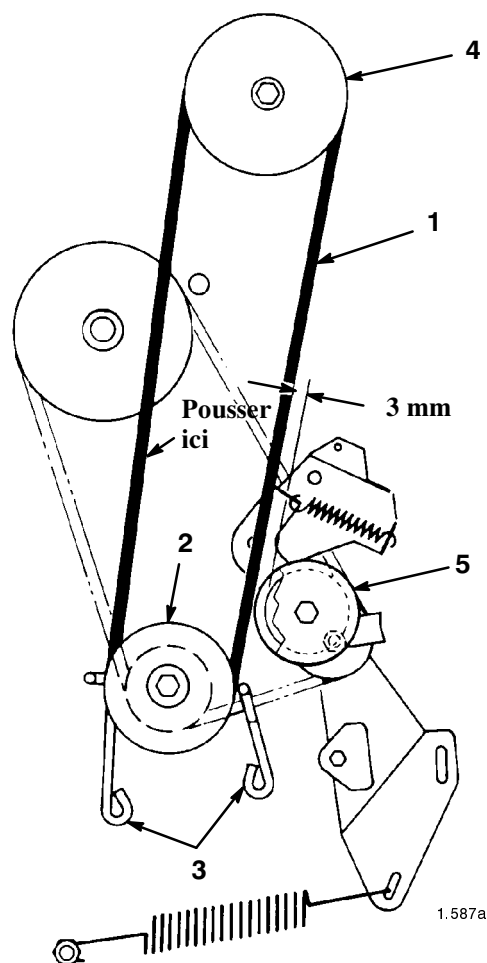

Figure 27
7. Desserrez les vis de fixation des deux guide-courroies de la poulie motrice et écartez les guides de la poulie. Enlevez la courroie du plateau de coupe de la poulie motrice (Fig. 27).
12. Poussez sur la courroie, comme illustré à la Figure 27, puis vérifiez l'écartement entre l'extérieur de la courroie et l'intérieur de la poulie folle (Fig. 27). Il doit faire environ 3 mm.